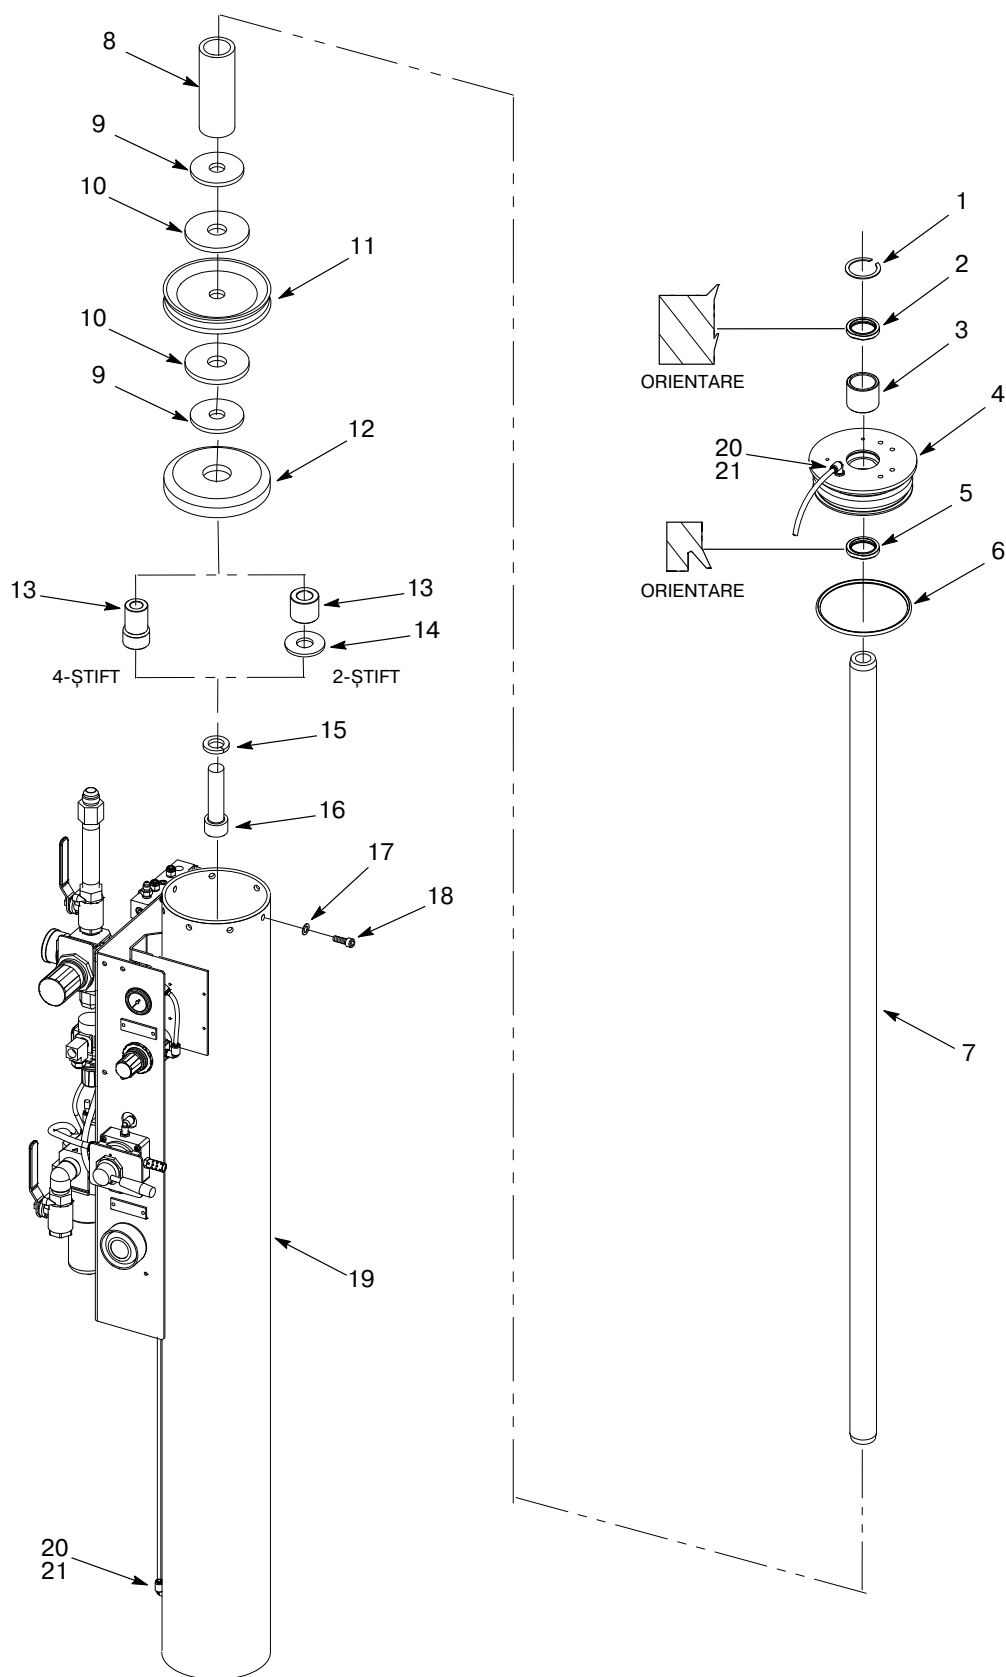

Figura 3 Reconstrucția cadrului mare al cilindrilor
1. A se vedea Figura 3. Demontați următoarele de la fiecare arbore al cilindrului (7):
- șurubul arborelui (16)
- șaibe de blocare (15)
- șaibe plate (14)
- distanțierul pistonului inferior (13)
- discul de ghidare a pistonului (12)
- plăcile de susținere a pistonului (9)
- garnituri (10)
- etanșarea pistonului (11)
- opritorul pistonului (8)
2. Demontați chiulasa (4) de la fiecare arbore al cilindrului (7):
1. A se vedea Figura 3. Curățați pereții interiori ai cilindrului pneumatic (19). Aplicați imediat un strat de lubrifiant pentru inele de etanșare pentru împiedicarea coroziunii.
2. Curățați chiulasele (4) și arborii cilindrului (7).
3. Înlocuiți etanșările (5 și 11), screperele ștergătorului (2), lagărele (3), inelele de etanșare (6) și garniturile (10).
1. A se vedea Figura 3. Lubrifiați următoarele articole noi cu vaselină rectificată și montați-le în fiecare chiulasă (4):
- etanșarea arborelui (5)
- lagăr (3)
- screperul ștergătorului (2)